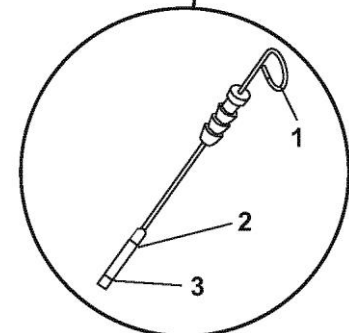

Рисунок 2
2. Вытащить щуп для измерения уровня масла (1, Рисунок 2) и протереть его чистой тряпкой.
4. Полностью извлечь щуп. Уровень масла считается нормальным, если он находится между верхней отметкой максимум (2, Рисунок 2) и нижней отметкой минимум (3, Рисунок 2) на масляном щупе.
2. Снимите крышку маслоналивной горловины (4, Рисунок 2).
3. Добавьте необходимое количество моторного масла через верхнее или боковое отверстие маслоналивной горловины (5, Рисунок 2).
6. Повторно установите крышку маслоналивной горловины на место (4, Рисунок 2) и затяните её вручную. Чрезмерно сильное затягивание может повредить крышку.